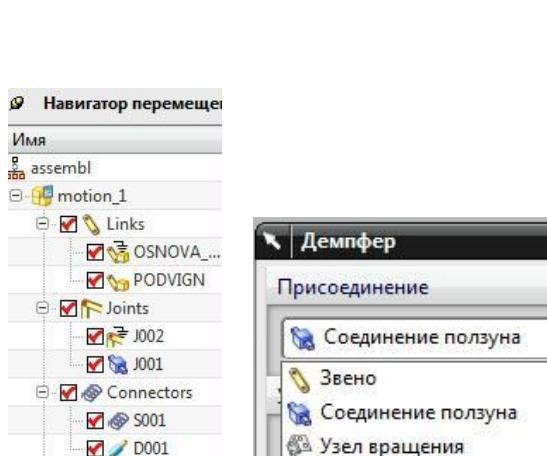

рис.15
- Если в вышеприведенном примере кроме пружины на тот же *Ползун* дополнительно наложить и *Демпфер* (рис.15), то колебания груза из-за трения закончатся гораздо быстрее.
- Представление соответствующей строки *демпфера* в навигаторе перемещений показано на рис.15 (D001).